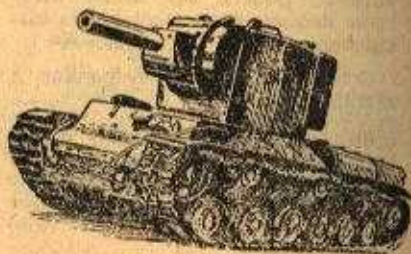

Fig. 3 — KV II russo
K. V. II: canhão insuficiente do ponto de vista cadência de tiro. Aliás, as cargas dirigidas ainda não existiam. (Fig. 3)